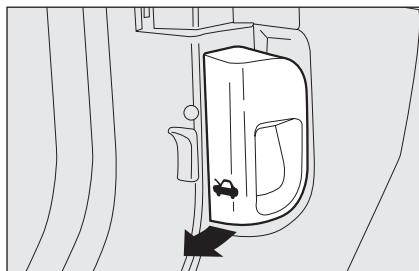

fig. 94
- tirer le levier **fig. 94** dans le sens indiqué par la flèche;